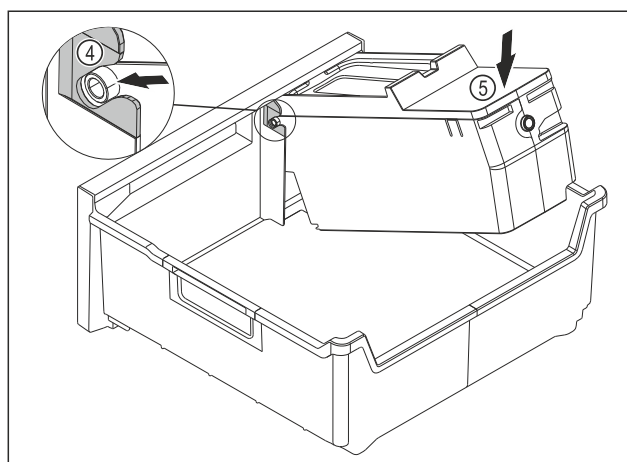

Fig. 95
- ▶ Monter le corps de l'EasyTwist-Ice : Insérer les axes du corps de l'EasyTwist-Ice dans les guides Fig. 95 (4).
- ▶ Appuyer l'arrière du corps de l'EasyTwist-Ice Fig. 95 (5) vers le bas.